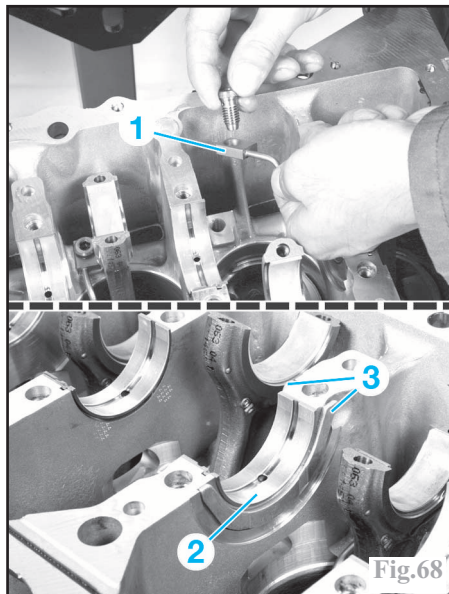

Fig.68
Reposer les gicleurs de fond de pistons (1) (Fig.68).